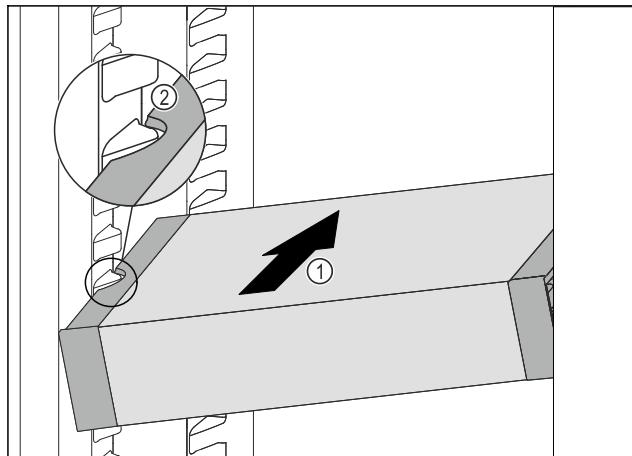

Fig. 56
- Zasuňte VarioSafe do chladničky pod úhlem tak Fig. 56 (1), aby vybrání na bocích Fig. 56 (2) VarioSafe byla na úrovni žebrování na nádoby v chladničce.